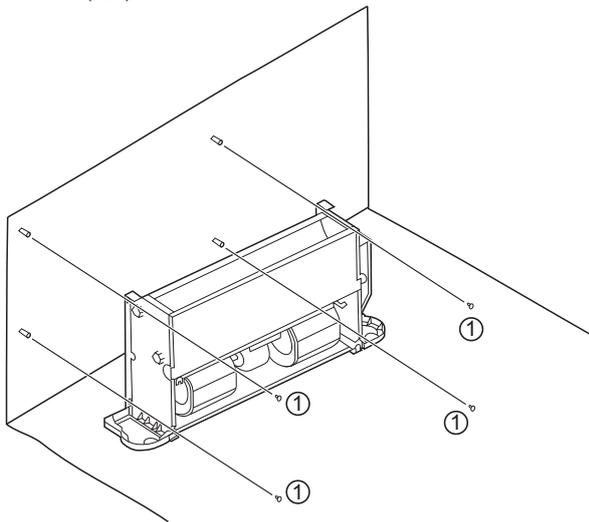

Figura 5-2 Diagrama para fijar el cuerpo de la unidad
Como se muestra en la Figura 5-2, apriete los cuatro tornillos (①) en una estructura de obra adecuada.